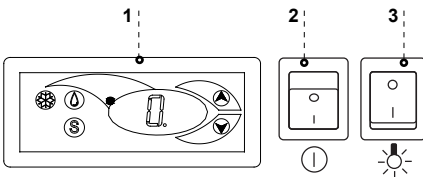

Abb.8 Steuerungspaneel
- Hauptschalter-Taste drücken Abb.8/2 (S.22), dadurch wird das Einschalten des Thermostats und Aggregats gelöst
- Auf dem Thermostatpanel Abb.8/1 (S.22) die Temperatur a einstellen (zum Details siehe S.26 oder 27)
- Beleuchtungs-Taste drücken Abb.8/3 (S.22)